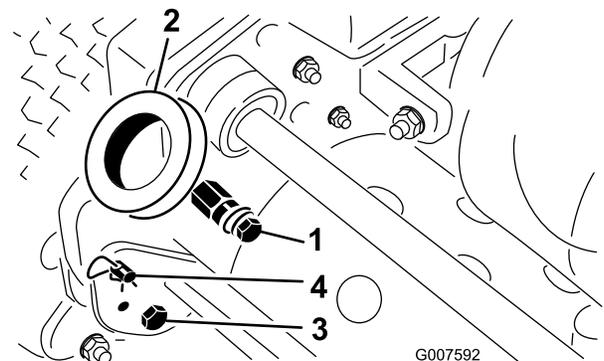

Bild 2
1. Nehmen Sie an jeder Seite des Rasenmähers die Schraube, die Scheibe und Sicherungsscheibe vom Befestigungsstift ab (Bild 2).
- Nehmen Sie die Schrauben und Sicherungsmuttern ab, mit denen das Ende der Griffarme an jeder Seite des Rasenmähers befestigt sind (Bild 2).
- Nehmen Sie die Splints und Ringstifte ab, mit denen die Griffarme hinten am Rahmen befestigt sind (Bild 2).
- Schieben Sie die Griffenden durch die Löcher in den Griffarmen und fluchten Sie die Löcher mit den Befestigungsstiften aus (Bild 2).
1. Nehmen Sie an jeder Seite des Rasenmähers die Splints von den Ringstiften ab (Bild 2).
2. Stützen Sie den Griff ab. Nehmen Sie die Ringstifte an jeder Seite ab. Heben Sie den Griff auf die gewünschte Bedienposition an oder senken ihn ab (Bild 2).